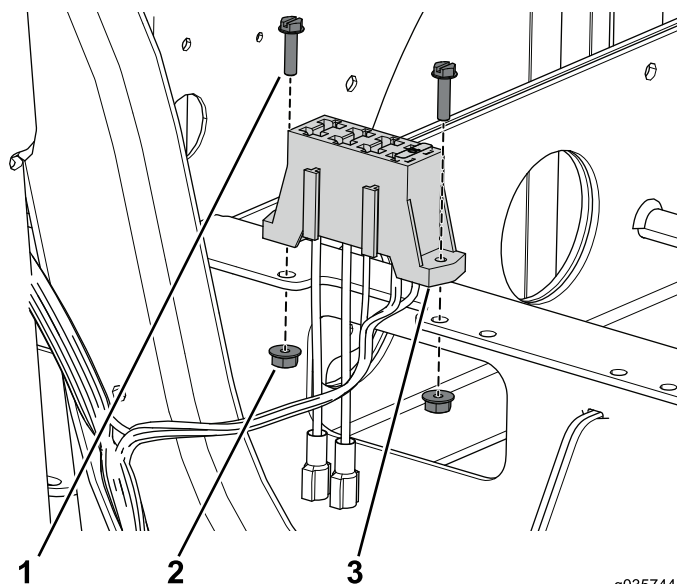

Figure 84
3. Fixez le porte-fusibles au support de batterie avant à l'aide des 2 vis et écrous (Figure 84).